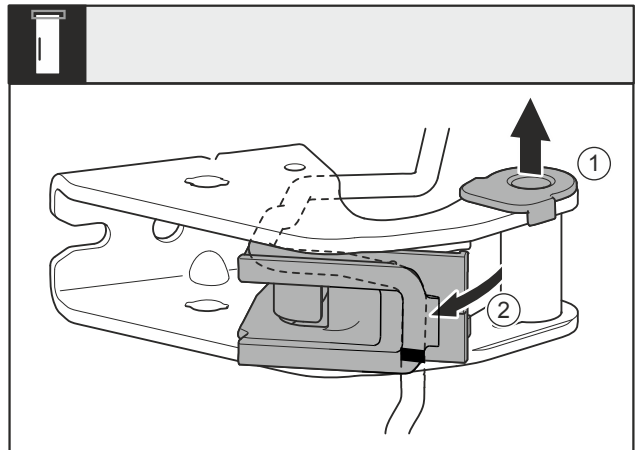

Fig. 30
- Retirer le coussinet Fig. 30 (1) du guide.
- Faire pivoter le support de câble Fig. 30 (2).